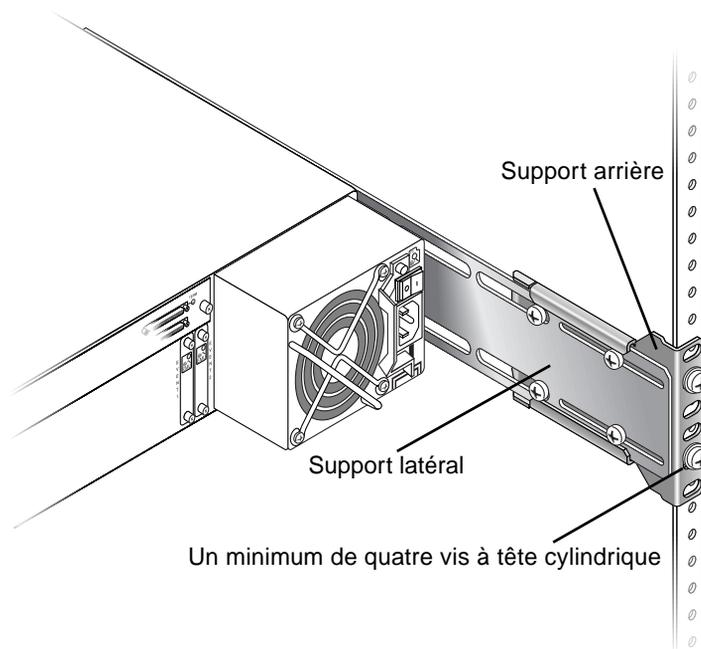

FIGURE 2-5 Supports latéral et arrière assemblés
7. Attachez chaque support latéral à un support arrière (voir FIGURE 2-5) :